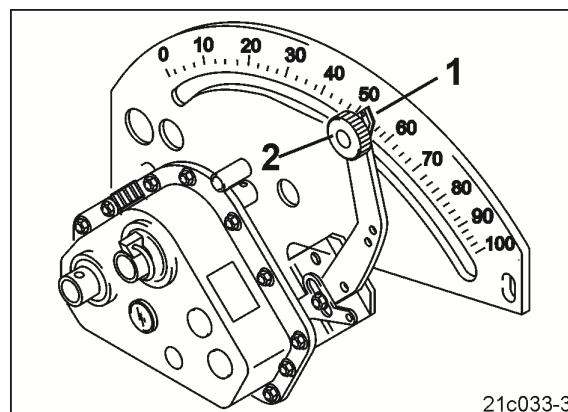

Рис. 29
Проба нормы внесения для сеялок с кулачковыми дисками (например, D9) и пневматических сеялок (например, AD-P) с бесступенчатым редуктором без изменения нормы высева (Рис. 29).
11. Установите регулировочный рычаг редуктора (Рис. 29/1) на значение на шкале и зафиксируйте его при помощи винта с накатанной головкой (Рис. 29/2).
19. Установите регулировочный рычаг редуктора (Рис. 29/1) на значение на шкале и зафиксируйте его при помощи винта с накатанной головкой (Рис. 29/2).